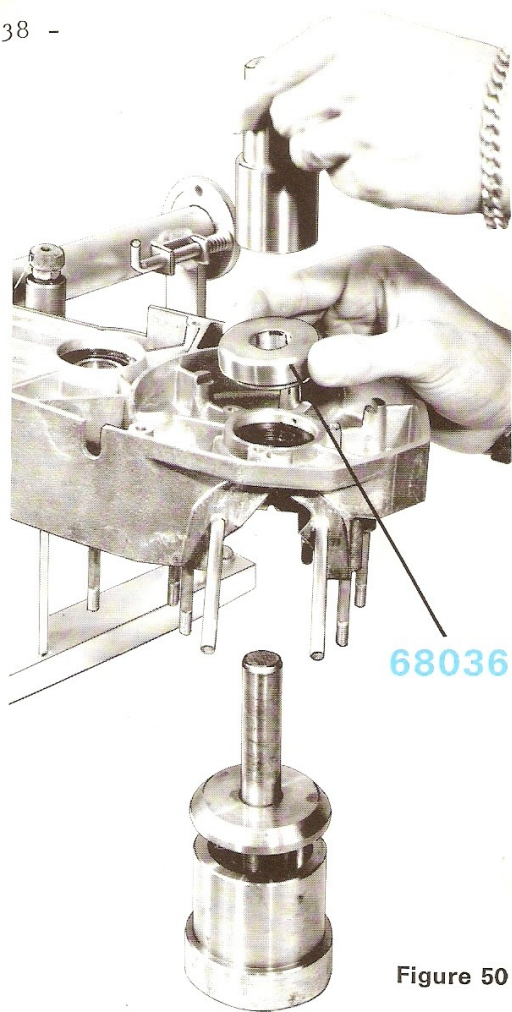

Figure 50
- Retourner le carter et descendre le joint suiffé à l'aide de la chasse n° 68036 (figure 50).